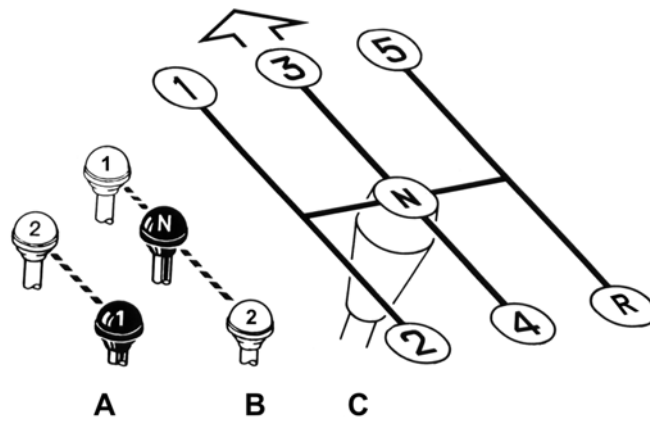

Рис. 5.18. Схема положения рычагов:
22 – рычаг переключения передач раздаточной коробки. Схема переключения см. рис. 5.18.
24 – рычаг включения блокировки межосевого дифференциала раздаточной коробки (для автомобилей с колесной формулой 4x4 и постоянным полным приводом). Схема включения см. рис. 5.18.
– **рычаг включения переднего моста** (для автомобилей с колесной формулой 4x4 и подключаемым полным приводом). Схема включения см. рис. 5.18.
25 – рычаг коробки передач. В коробке передач имеется предохранитель от случайного включения задней передачи при выключении 5-й передачи. Заднюю передачу включать после остановки автомобиля. При включении задней передачи в задних фонарях загорается свет заднего хода. Схема включения см. рис. 5.18.